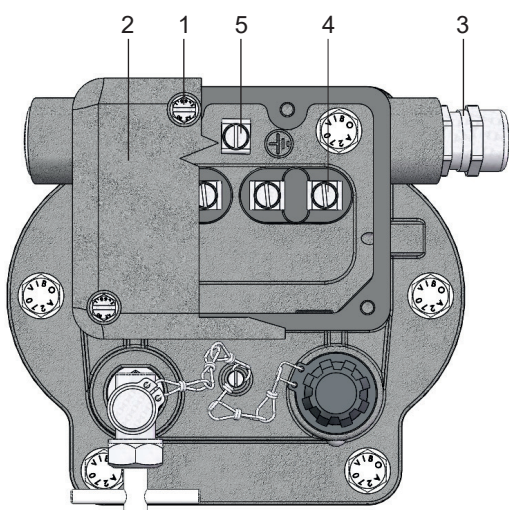

Fig. 14 – Branchement électrique
- Desserrer les vis (Fig. 14/ n° 1)
- Retirer le couvercle (Fig. 14/ n° 2)
- Introduire le câble à travers le passe-câble à vis (Fig. 14/ n° 3)
- Raccorder le câble aux bornes à tige (Fig. 14/ n° 4) (couple de serrage maxi.: 3 Nm)
- Resserrer les vis (Fig. 14/ n° 1) (couple de serrage maxi.: 3 Nm)
Raccorder le conducteur de protection (isolement vert-jaune) à la borne de mise à terre (Fig. 14/ n° 5) (couple de serrage maximal 3 Nm)